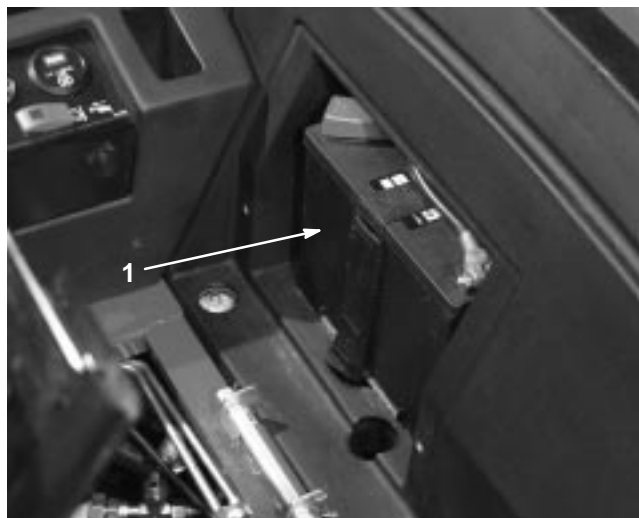

Figure 75
3. Enlevez les bouchons de remplissage des éléments de la batterie (Fig. 75) et versez de l'électrolyte, avec précaution, dans chaque élément jusqu'au-dessus des plaques.